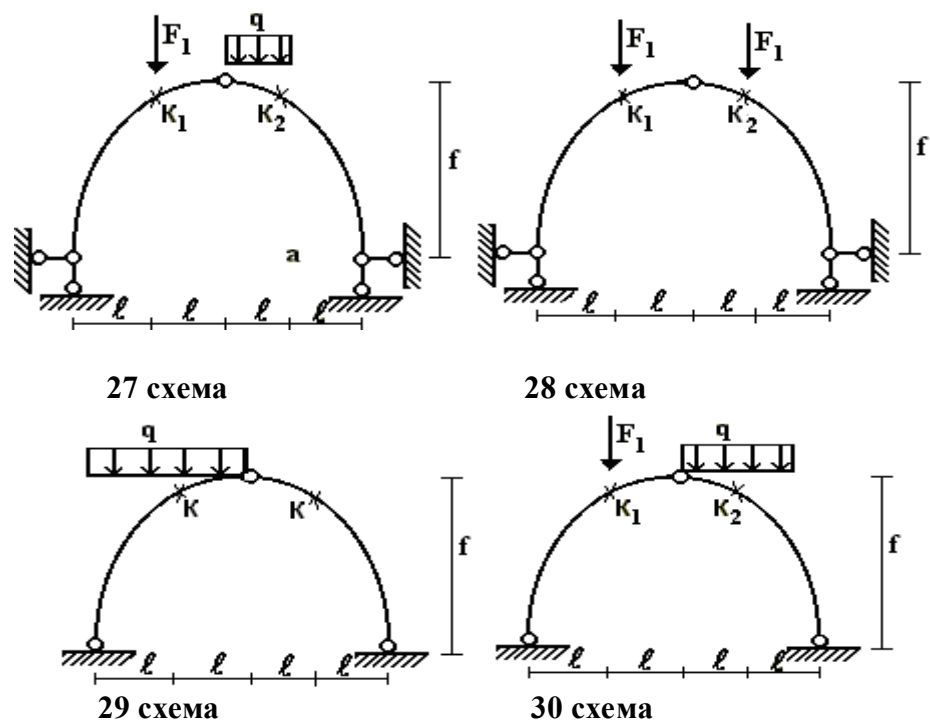

Рис. 2.8
1) Определить внутренние усилия в сечениях K_1 и K_2 трехшарнирной арки (уравнение – оси парабола) (рис. 2.8);